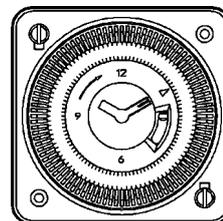

Fig. 4.3
- si la instalación posee un reloj programador, controlar que esté "activado" (fig. 4.3).